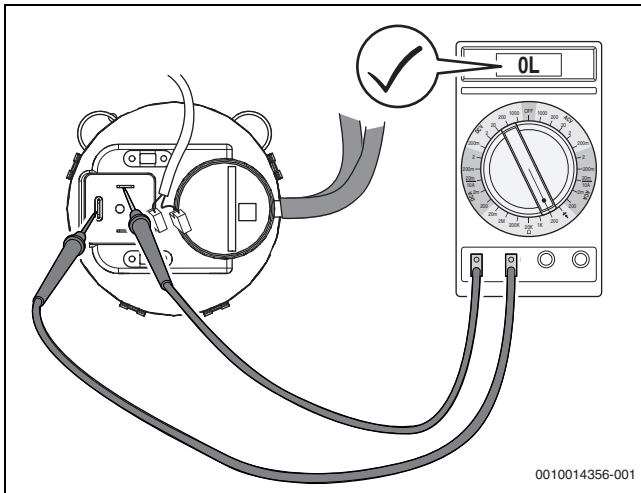

Fig. 74 Vérifier le débit du pressostat différentiel en cas de dépression (pressostat différentiel en ordre)
- ▶ Retirer les câbles électriques sur le pressostat différentiel et mesurer la résistance sur les contacts (→ fig. 74).